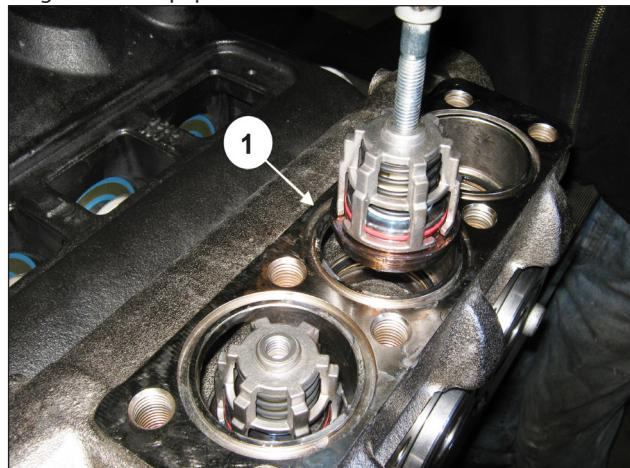

Fig. 102
Extraire l'ensemble de la soupape de refoulement à l'aide d'un extracteur à inertie (réf. 27516400) à appliquer sur le trou M10 du guide de soupape (rep. ①, Fig. 102) ou, en complément, un adaptateur M10-M16 (réf. 25089700) à fixer sur le filetage M16 du guide de soupape.